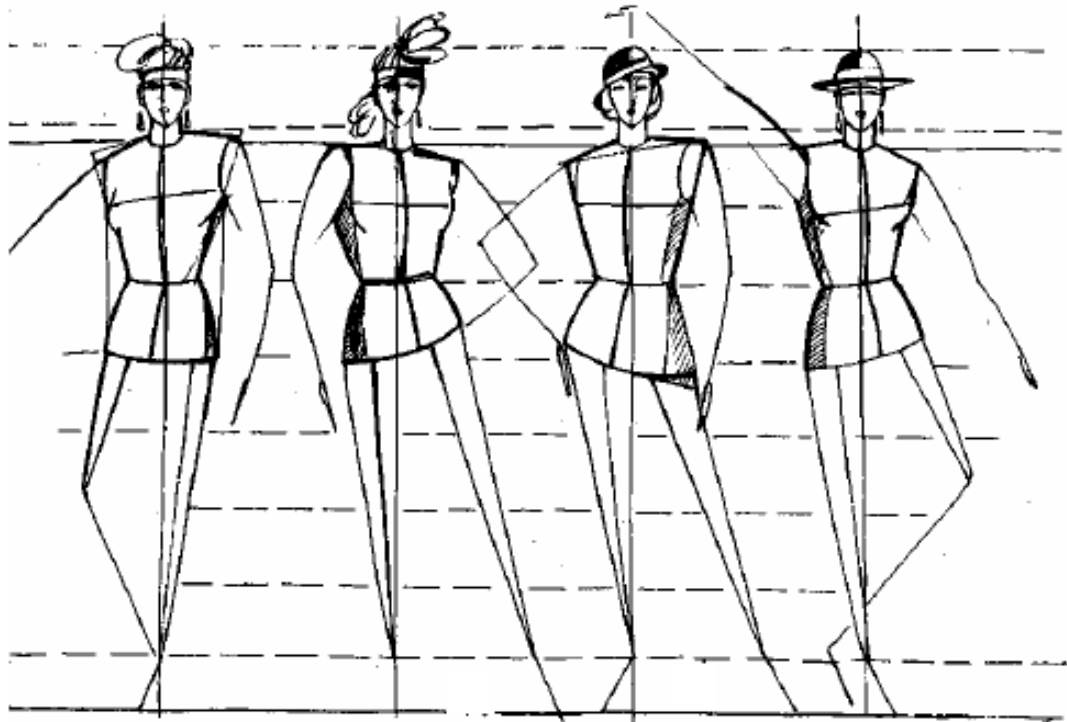

Рисунок 32 – Пропорциональная схема построения фигуры с опорой на одну ногу
2.3. Построение фигуры с опорой на одну ногу выполняется следующим образом (рисунок 32).